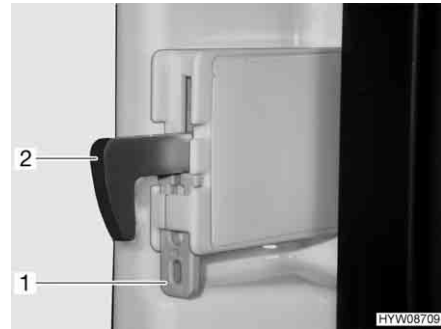

Bild 150 Fixering låskrok
**Fixera låskroken:** ■ Tryck upp fixeringen (Bild 150,1). Låskroken (Bild 150,2) trycks upp och är ur funktion.
**Lossa låskroken:** ■ Tryck ned låskroken (Bild 150,2). Låskroken är åter i funktion.